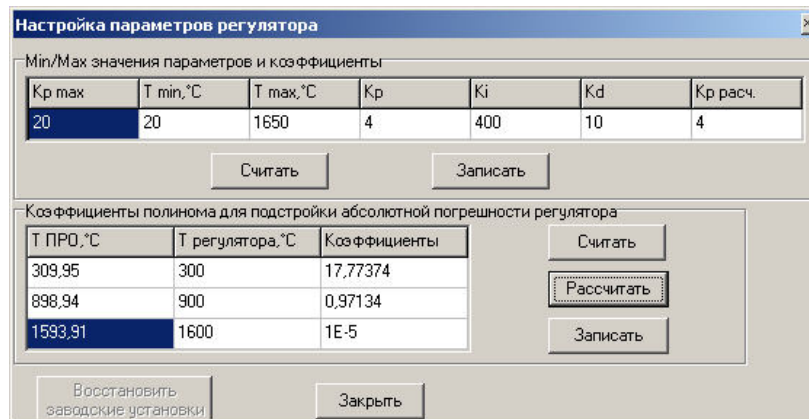

Рисунок 11 – Режим настройки БУ-7-6 печи ВТП 1600-1
После ввода пароля на экране появится окно настройки БУ-7-6 печи ВТП 1600-1 (см. рисунок 11).
2.5.6.3.9 Введите значение температуры, полученное при выполнении 2.5.6.3.8, в первое поле столбца «Т ПРО, °С» таблицы «Коэффициенты полинома для подстройки абсолютной погрешности регулятора», а в первое поле столбца «Т регулятора, °С» введите 300 (см. рисунок 11).